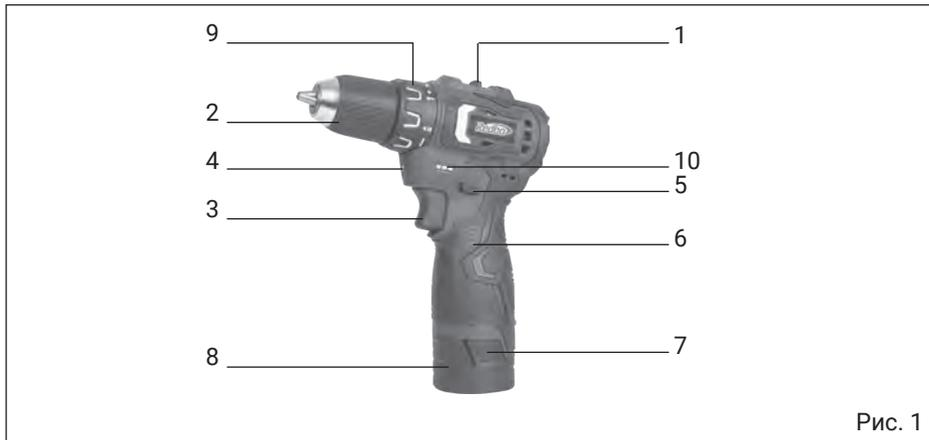

Рис. 1
Шуруповерт состоит из электродвигателя постоянного тока и редуктора с 2-х скоростным планетарным маханизмом в пластиковом прорезиненном корпусе. В передней части расположен сверлильный быстрозажимной патрон (рис. 1, поз. 2), муфта установки значения крутящего момента и включения функции сверления (рис. 1, поз. 9), сверху переключатель скоростей (рис. 1, поз. 1). Для начала работ необходимо нажать на выключатель (рис. 1, поз. 3), при нажатии включится электромотор шуруповерта и подстветка рабочей зоны (рис. 1, поз. 4), в зависимости от усилия нажатия на выключатель рабочие обороты можно или понижать или увеличивать. Возможность производить смену направления вращения, выбрать необходимое направление нажав на кнопку (рис. 1, поз. 5).
- работу переключателя скоростей (рис. 1, поз. 1);
- работу выключателя (рис. 1, поз. 3)
- для отсоединения аккумулятора нажмите на кнопку отсоединения аккумулятора (рис. 1, поз. 7).
- одной рукой зафиксировать кольцо патрона (рис. 1, поз. 9), другой рукой вращать переднюю часть патрона против часовой стрелки до разведения кулачков патрона на необходимое расстояние для установки инструмента (сверла или биты).
С помощью переключателя скоростей (рис. 1 поз. 2) можно выбрать оптимальное соотношение количества оборотов и крутящего момента.
- Переключатель направления вращения (рис. 1, поз. 4) можно зафиксировать в трех положениях:
- в среднем положении блокируется выключатель (рис. 1, поз. 5) это положение необходимо для избежания непреднамеренного пуска во время смены рабочего инструмента.
- для включения дрели необходимо нажать на выключатель (рис. 1, поз. 3):
- для выключения дрели отпустите выключатель (рис. 1, поз. 3).
Плавное регулирование количества оборотов можно контролировать усилием нажатия на выключатель (рис. 1, поз. 3).